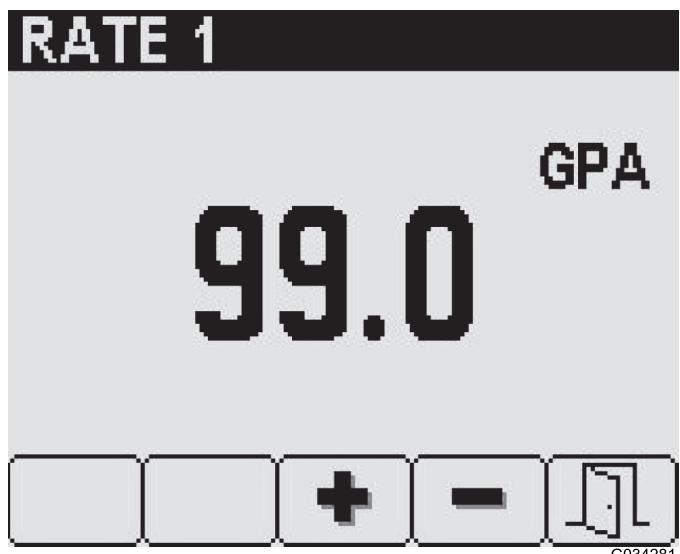

図8
3. 選択済みレート画面でボタン3と4を使って希望するレートにする図8。